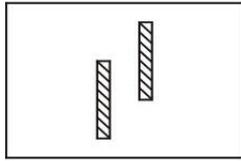
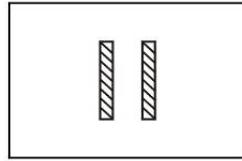

Abb.55
Abb.56
(2) Vertikale Phorie
Zusatzlinsenknopf drehen ② um das linke Auge auf $10\Delta I$ einzustellen, damit die Buchstabenspalten vollständig getrennt sind. Wenn der Patient eine vertikale Phorie hat, wird dies als Abb. 55 dargestellt. Drehen Sie dann das Drehprisma auf das andere Auge, mit Skala von 0 horizontal (wie in Abb. 57 gezeigt). Drehen Sie den Prismendrehknopf ⑪ so dass kein Unterschied zwischen Ober- und Unterteil besteht (siehe Abb.56). Dann zeigt die Skala des Drehprismas die vertikale Phoriestärke an.